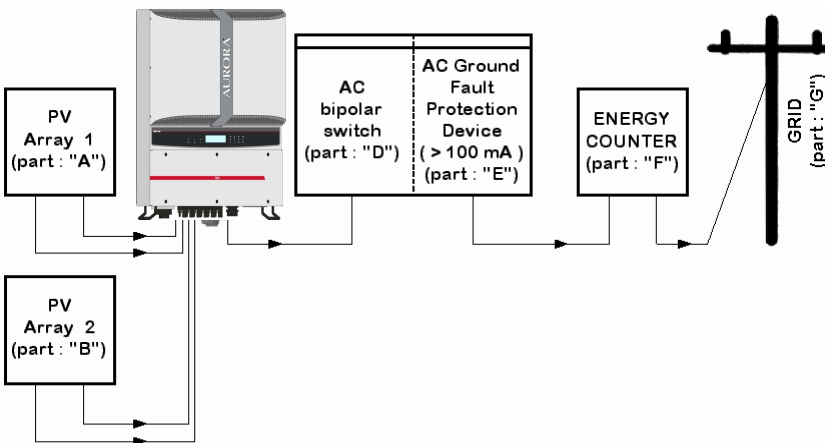

Abb. 8 - Anschlussdiagramm
SCHRITT 1 Ist der Wechselrichter an das Stromnetz angeschlossen, ihn durch Öffnen des Schalters "D" in Abb. 8. TRENNEN.
Schritt 1: Den Wechselrichter vom AC-Stromnetz durch den AC-Trennschalter "D" in Abb. 8 trennen. Auch die DC-Seite über den DC-Trennschalter (integriert in Modellen –S oder extern) trennen.